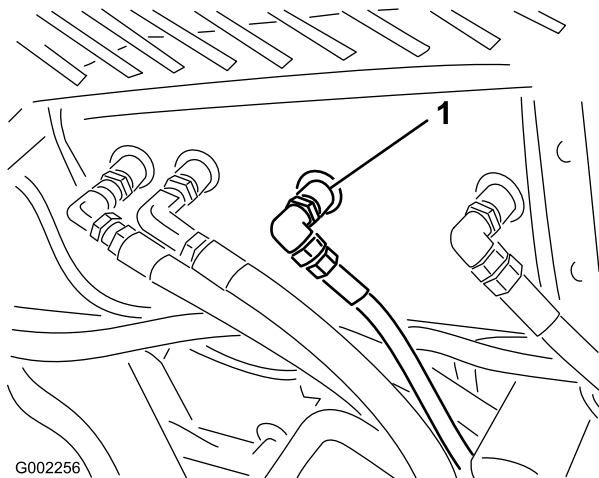

Figura 60
2. Limpe a área em redor do encaixe do tubo hidráulico na parte inferior do depósito de óleo hidráulico (Figura 60).
4. Retire o encaixe da tubagem do depósito, permitindo o escoamento do óleo para o recipiente (Figura 60).